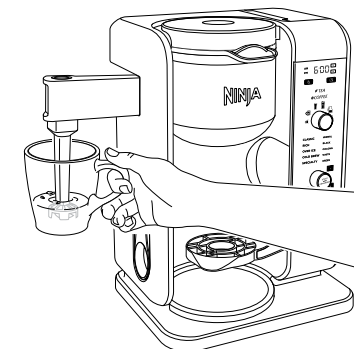

Fig. 19
- 3 Mantenga la taza debajo del espumador y sumerja la batidora justo debajo de la superficie de la leche, para poder lograr el máximo de espuma (Fig. 19).